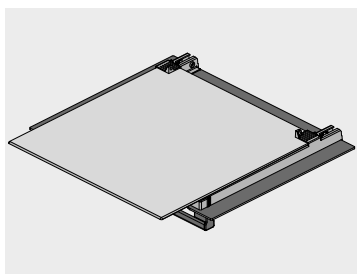

Figura 17.
- Deslice el vidrio hacia usted y retírelo por completo (Ver figura 17).